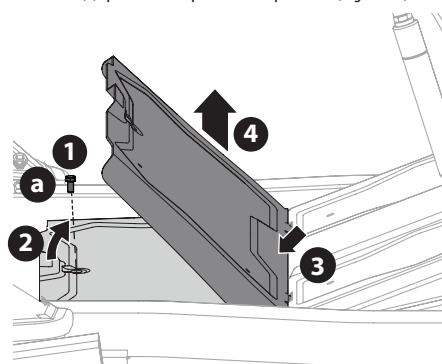

Figure 28
- Avec l'outil multifonction ou une douille de 1/2 po, retirez le boulon (a) qui retient le panneau du plancher (Figure 28).
- Soulevez avec précaution la partie arrière du panneau (Figure 28).
- Glissez le panneau vers l'arrière pour faire sortir la partie avant (Figure 28).
- Puis, soulevez le panneau pour le retirer (Figure 28).